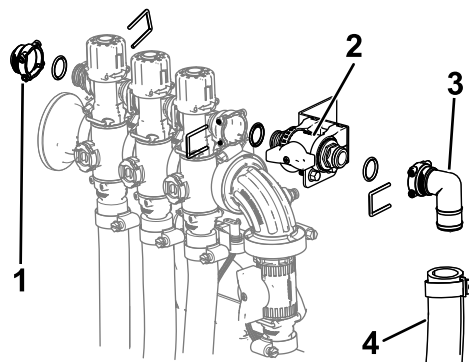

Figure 20
6. Fixez la vanne de coupure sur la vanne de rampe à l'aide du joint torique et de l'étrier déposés précédemment (Figure 20).
7. Reposez le bouchon ($\frac{1}{2}$ "), les joints toriques, le raccord et le flexible sur la vanne de coupure à l'aide des étriers déposés précédemment, comme indiqué à la Figure 20.